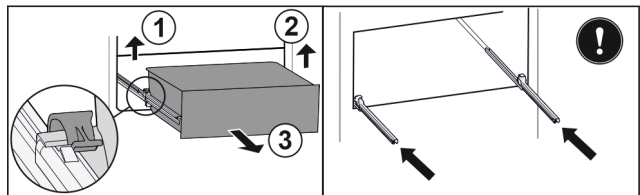

Fig. 149
- Підняти лівий затискач і одночасно висувний ящик ліворуч потягнути вперед. Fig. 149 (1)
- Підняти правий затискач і одночасно висувний ящик праворуч потягнути вперед. Fig. 149 (2)
- Вийняти висувний ящик рухом вперед. Fig. 149 (3)